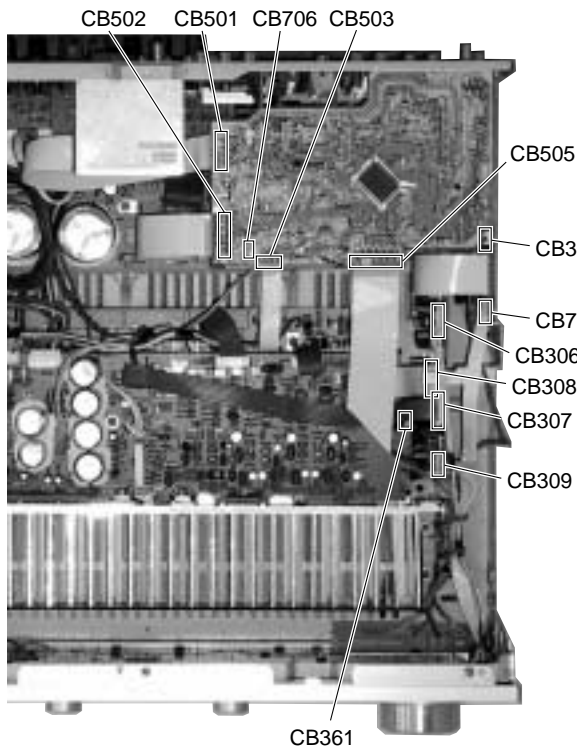

Fig. 10
FUNCTION (1) P.C.B.( Fig. 10 )
FUNCTION (2) P.C.B.( Fig. 10 )
CONVERSION (1) P.C.B.( Fig. 10 )
POWER (1) P.C.B.( Fig. 10 )
DSP P.C.B.( Fig. 10 )